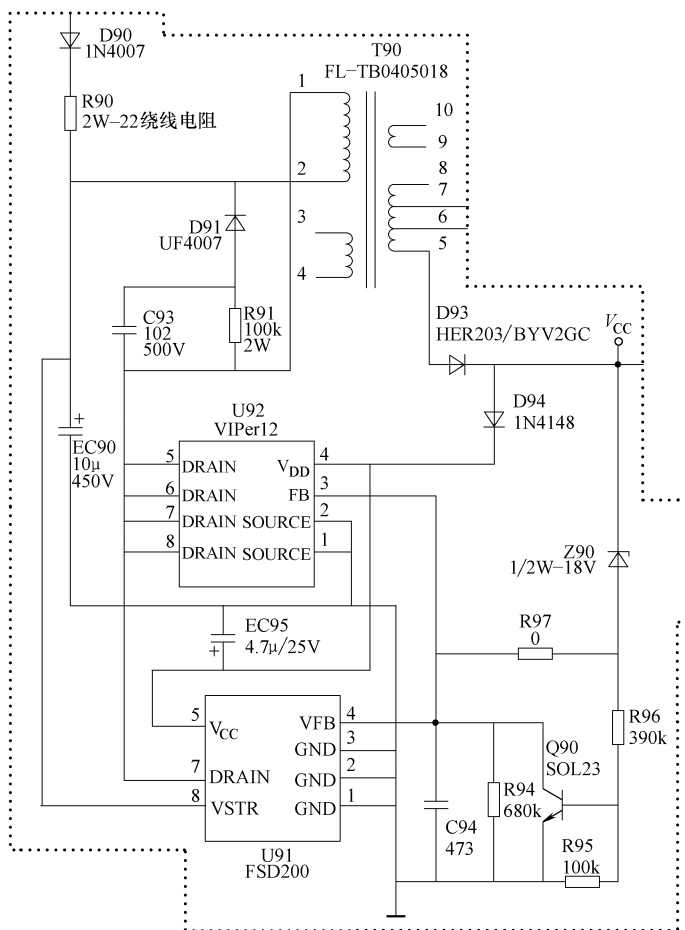

图 4-4 U91 与 R90 相关电路截图
**维修笔记** U91 与 R90 相关电路截图如图 4-4 所示。